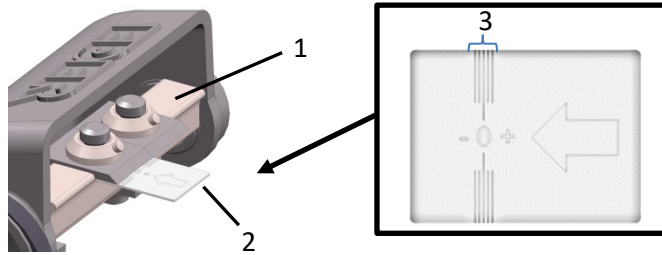

Fig. 11 : Réglage des couteaux
- > Poussez la jauge de réglage (2 – Fig. 11) sous le couteau dans le sens de la flèche jusqu'au cylindre d'écorçage (1 – Fig. 11).
Attention : Le tranchant du couteau doit se trouver dans la zone marquée (3 – Fig. 11).